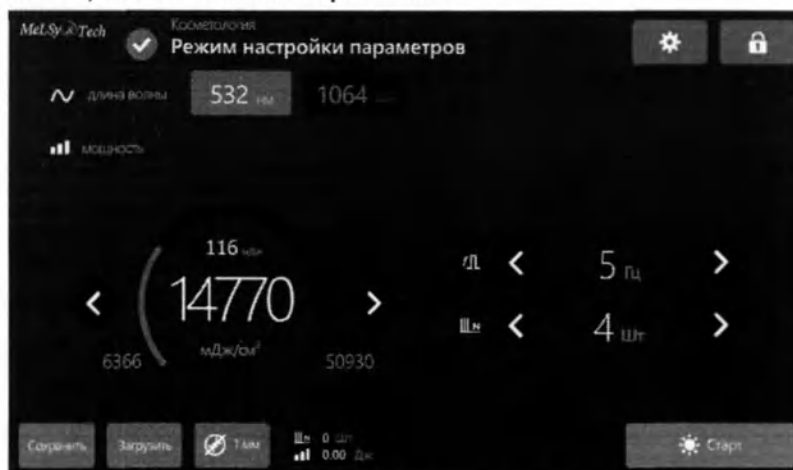

Рис.10.1 – Окно главного меню программы прибора
10.1. После ввода кода на экране появляется меню настройки параметров (в верхней части экрана горит значок ) как показано на рис.10.1.